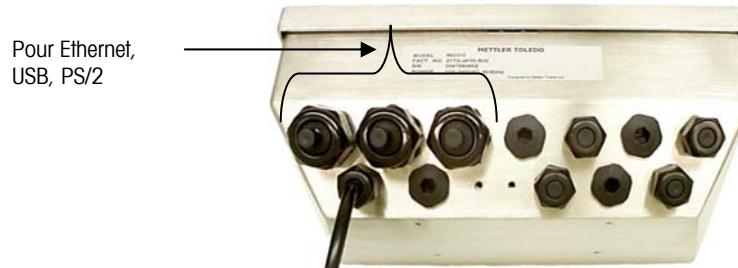

Figure 2-3 : Presse-étoupe de l'IND310drive
- Faites passer les câbles à travers un serre-câbles de taille appropriée avant de brancher les conducteurs. À titre d'exemple, le câble Ethernet passe par le grand presse-étoupe (voir la Figure 2-3).